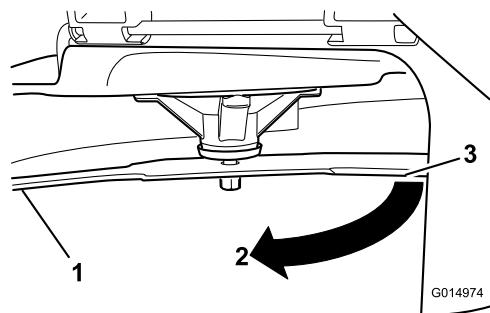

Figura 55
3. Distanza misurata tra la lama e la superficie (A)
4. Ruotate la stessa lama di 180 gradi in modo che il tagliente opposto si trovi ora nella stessa posizione (Figura 55).